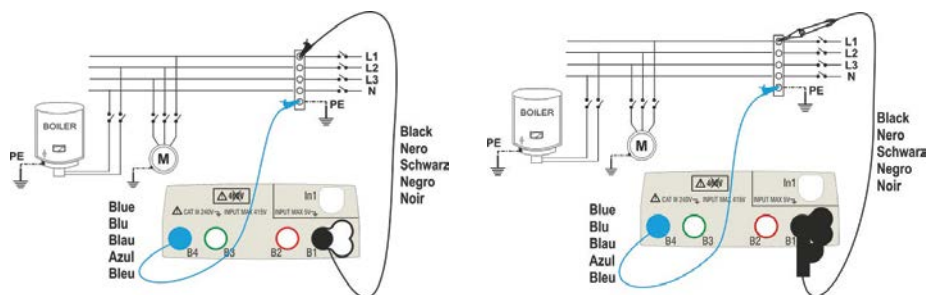
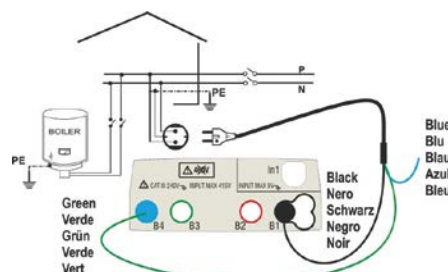

Fig. 8: Isolatie-test tussen fase en aarde met losse meetsnoeren of de PR-400 geschakelde meetsonde.
Fig. 9: Isolatie-test tussen fase en aarde met schuko-testkabel.
6. Sluit de krokodillenklemmen, meetpennen en/of meetsonde aan op de installatie die u wilt testen, zoals getoond in Fig. 8 en Fig. 9.